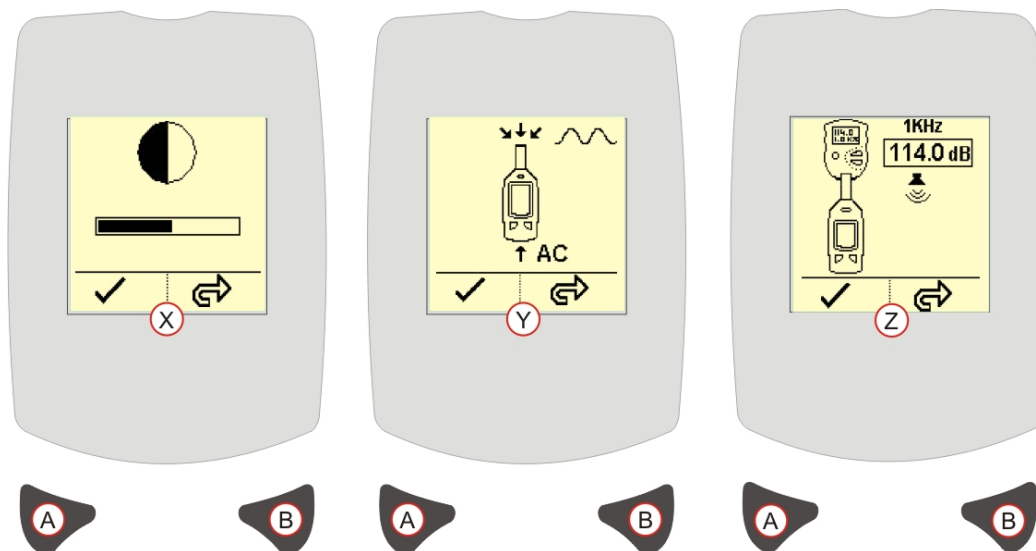

Abbildung 9 Konfigurationsmenü
Das Konfigurationsmenü (siehe Abbildung 9) wird benutzt, um die Einstellungen für Helligkeit, Kalibrierpegel und Signaleingangsquelle zu ändern.
ANZEIGEHELLIGKEIT – [Abbildung 9 Referenz X]. Drücken Sie die rechte Taste (B), um die Helligkeit zu verstellen. Wenn die Helligkeit ideal zu sein scheint, drücken Sie die linke Taste (A), um die Änderungen zu akzeptieren und gehen Sie auf die Kalibrierpegelanzeige über.
SIGNALEINGANGSQUELLE – [Abbildung 9 Referenz Y].
KALIBRIERPEGEL – [Abbildung 9 Referenz Z]. Diese Anzeige wird für die Einstellung des Nennausgangspegels des Schallkalibrators benutzt z. B. 114.0dB. Drücken Sie die rechte Taste (B), um den Kalibrierpegel zu verstellen. Beachten Sie das Kalibrierzertifikat für den Schallkalibrator mit Hinsicht auf den Kalibratorausgangspegel. Drücken Sie die linke Taste (A), um die Änderungen zu akzeptieren und auf die Hauptmessungsanzeige überzugehen.